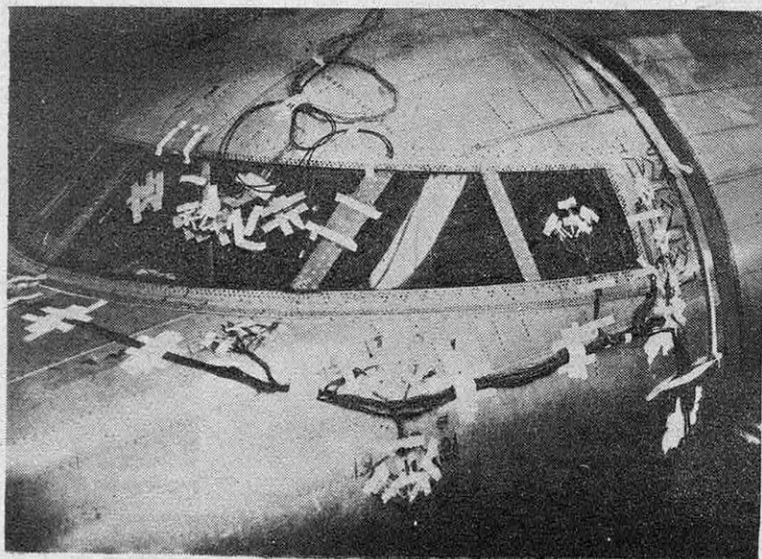

FIG. 7. — L'ESSAI EN CHAMBRE D'ALTITUDE DU CAISSON DE L'AVRO « TUDOR » I
Les déformations des parois sous l'influence de la pression sont mesurées au moyen d'appareils électriques : *piges* pour les modifications de courbure des surfaces, *extensomètres* pour les déformations tangentielles (1) (fig. 7).